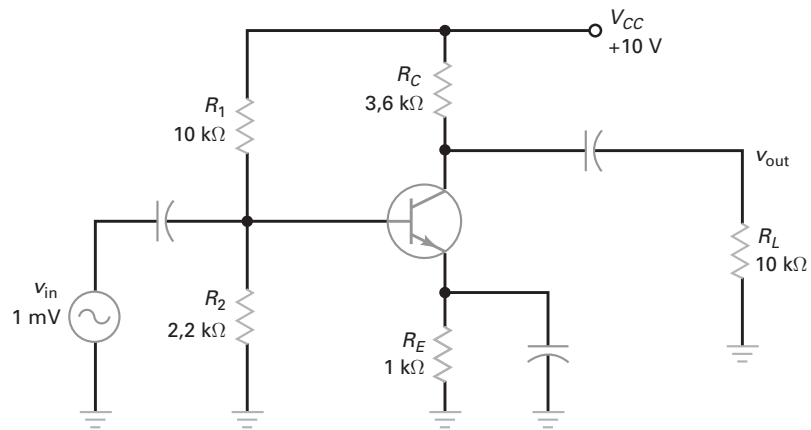

Figura 8-34
- 8-23** **MultiSim** Se a resistência da fonte de tensão CA na Figura 8-34 dobrar de valor. Qual será o valor da tensão na saída?
- 8-24** **MultiSim** Se a resistência da carga for reduzida para a metade na Figura 8-34, qual será o valor do ganho de tensão na saída?
- 8-25** **MultiSim** A tensão de alimentação na Figura 8-34 aumenta para +15 V. Qual é a tensão na saída?
- 8-38** Todas as resistências foram dobradas na Figura 8-34. Qual é o ganho de tensão?